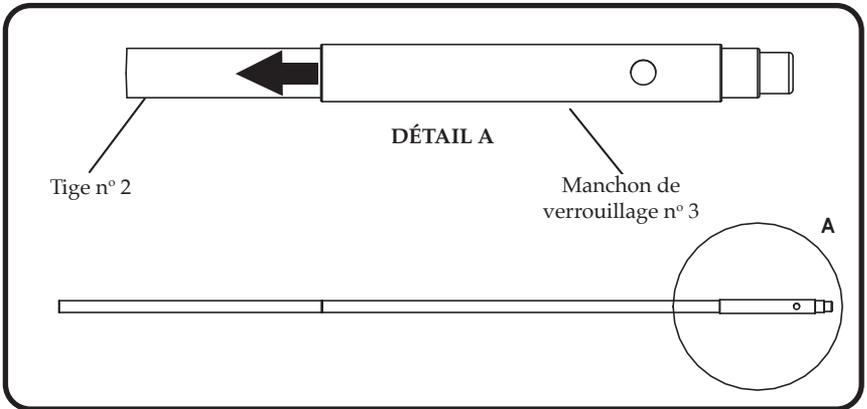

Figure 8
- 8) Faites glisser le manchon de verrouillage no 3 sur l'extrémité de la tige no 2 (à la position de l'hiloire), en vous assurant que le trou du bouton-pression est orienté vers l'extrémité libre de la tige no 2. **Voir la figure 8.**